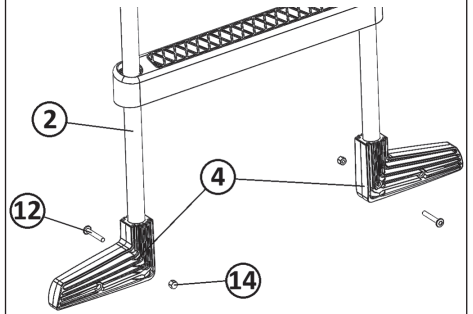

fig. 6
Push the supports with the fitted plastic ladder through the platform (5) and fit the plastic handles (1) (Fig. 6). Fix the inserted platform with the bolts (11) and box nuts (13), and the plastic handrail using bolts (12) and nuts (14).
Протягніть ніжки із встановленими пластмасовими опорними наконечниками через майданчик [5] і вставте їх у пластмасові поручні [1] (Рис. 6). Надітий майданчик прикріпіть болтами [11] та закритими гайками [13], а пластмасові поручні – за допомогою болтів [12] та гайок [14].